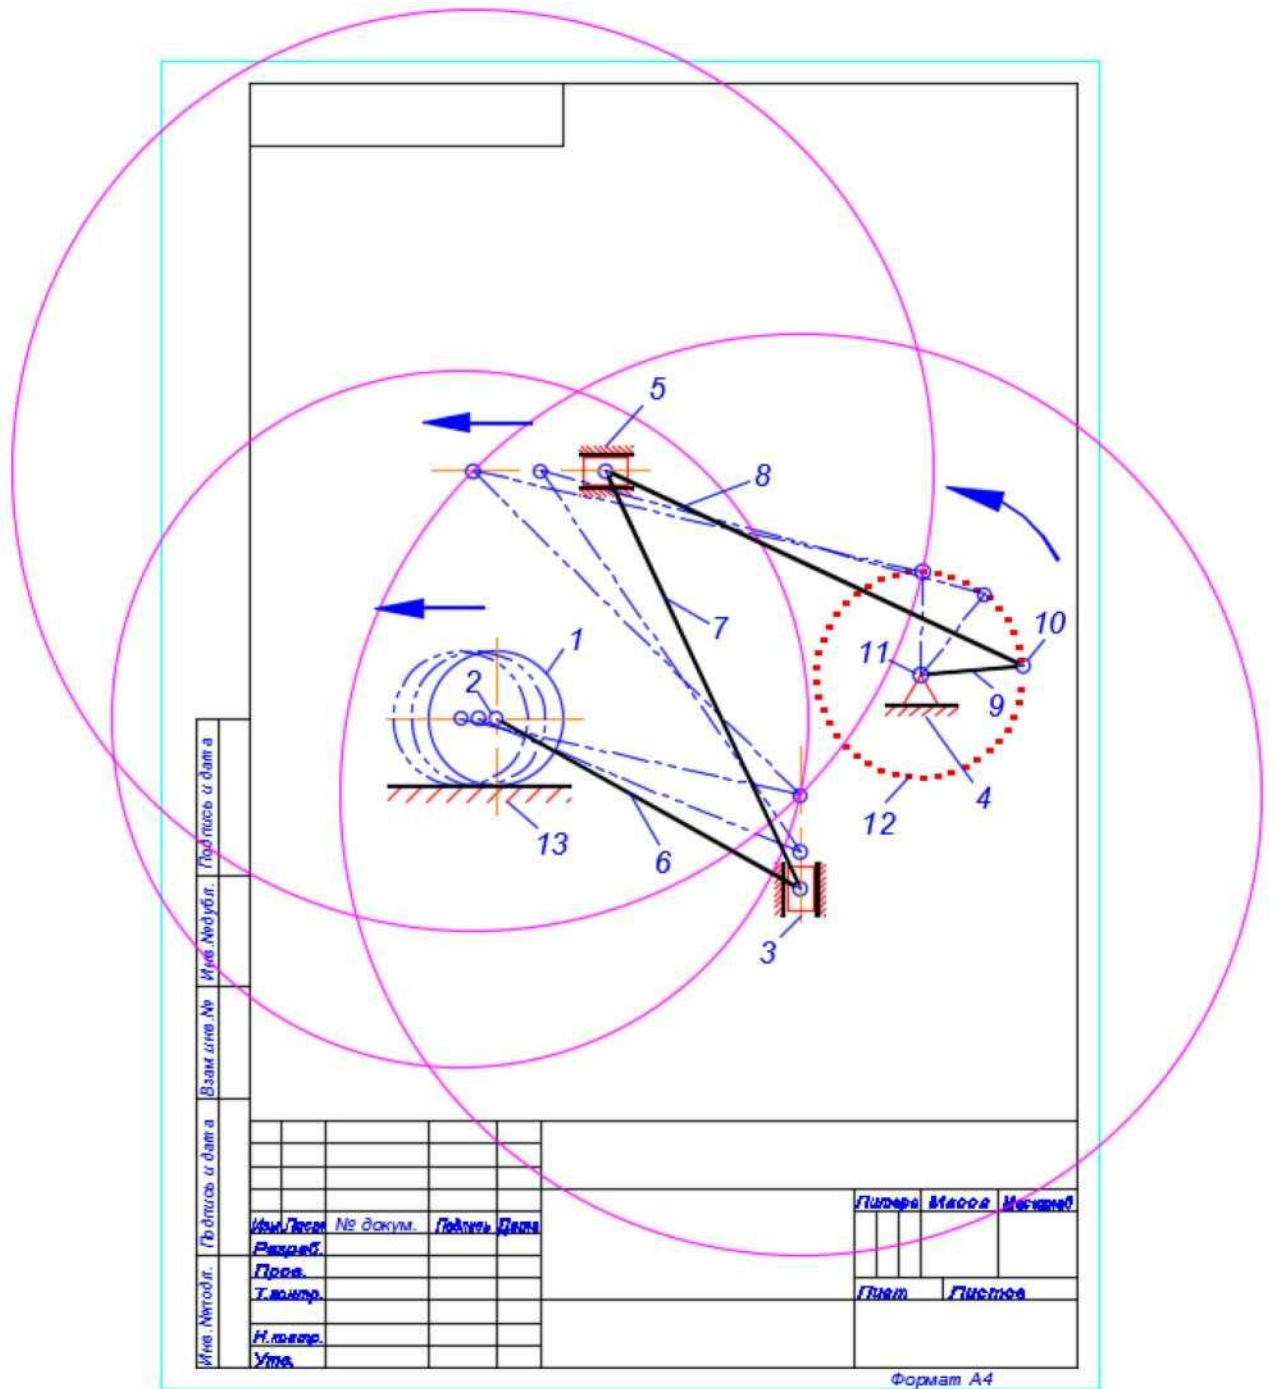

Рис.7.
- 5.3. Расположите полученные копии так, как указано на рисунке (рис.7). Предварительно определите точки переноса путем построения вспомогательных окружностей, радиусами равными длинам рычагов.